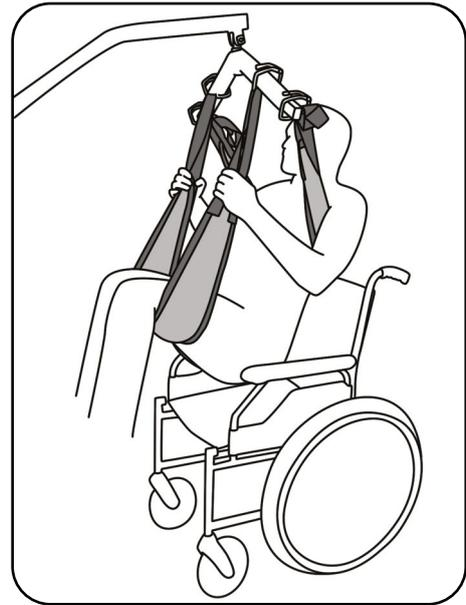

Abb. 8.2.06 – Anheben des Patienten
10. Heben Sie den Patienten mit dem aks-Patientenlifter an (Abb. 8.2.06). Beobachten Sie dabei den Patienten und die Straffung des Liftergurtes. Korrigieren Sie gegebenenfalls den Sitz des Liftergurtes durch erneutes Ablassen des Patienten und Verschieben der ungünstig sitzenden Teile des Liftergurtes. Beobachten Sie während des gesamten Hebevorganges ständig den Patienten und den Sitz des Liftergurtes. Heben Sie den Patienten nur so hoch wie nötig.